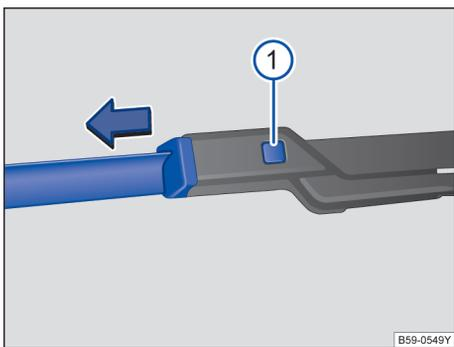

图 195 更换风窗刮水器刮水片
- 按住分离按钮→图 195 ① 同时沿图示箭头方向拉出刮水片。